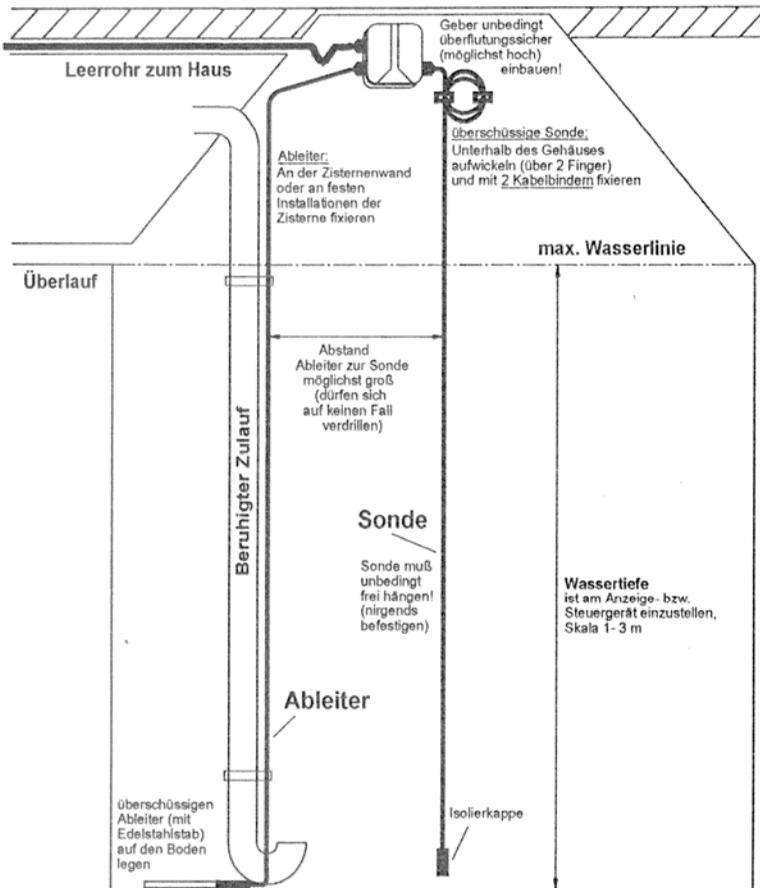

Bild 8
- Überschüssiges Ableiter-Kabel auf den Zisternenboden legen (s.Abb. 8)
Dazu Sonden-Kabel direkt oben am Gehäuse- Auslass über 2 Finger auf passende Länge (gerade Zisternenboden berührend oder knapp drüber) aufwickeln und den Wickel mit den 2 beiliegenden kurzen Kabelbindern fixieren (s.Abb. 8). Zur Feineinstellung kann die Sonde dann noch in den Kabelbinder gezogen werden. Dann Kabelbinder festziehen.